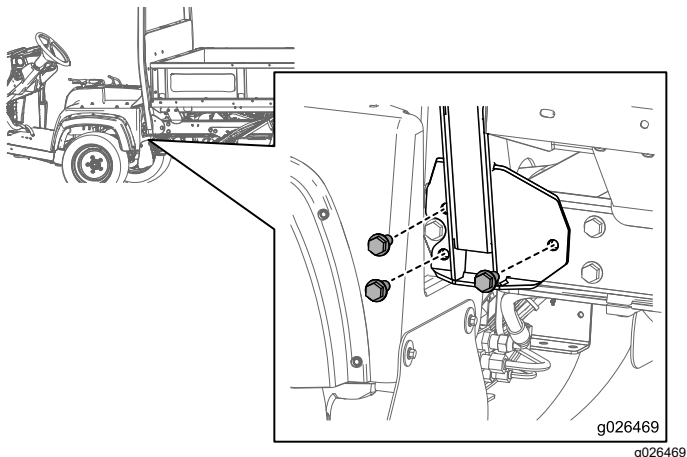
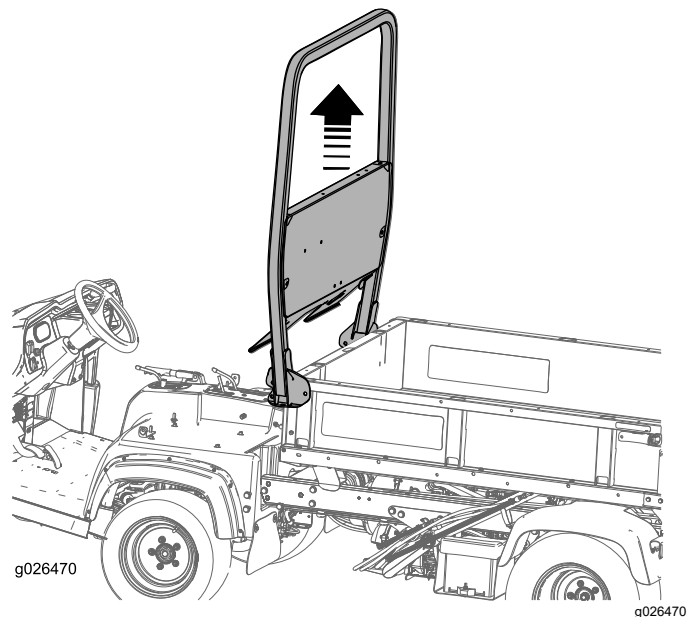

Figura 9
Figura 10
1. Retire os seis parafusos que prendem o conjunto do ROPS à estrutura da máquina, como se mostra na Figura 9 e na Figura 10.